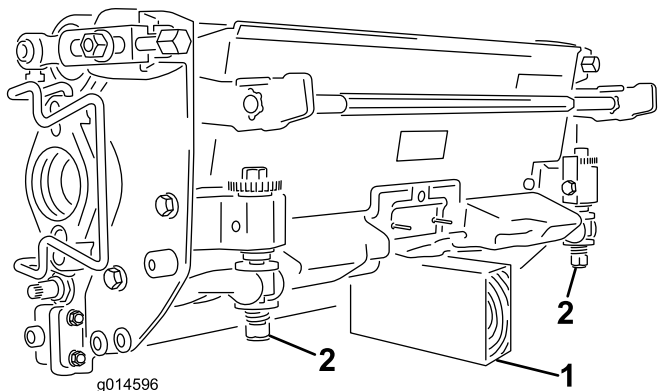

Figura 3
Cuando sea necesario inclinar la unidad de corte para tener acceso a la contracuchilla/el molinete, apoye la parte trasera de la unidad de corte para asegurarse de que las tuercas de los tornillos de ajuste de la barra de asiento no estén apoyadas en la superficie de trabajo (Figura 3).
**Importante:** Si es necesario inclinar la unidad de corte para tener acceso al conjunto de contracuchilla/molinete, apoye la parte trasera de la unidad de corte de manera que las tuercas de los extremos traseros de los tornillos de ajuste de la barra de asiento no descansen sobre la superficie de trabajo (Figura 3).